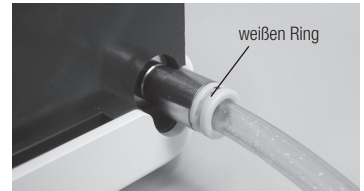

Abb.7
- Zum Entfernen des Schlauchs drücken Sie den weißen Ring (den Schnellverbindungsring) am Leitungswasseranschluss nach hinten und nehmen den Schlauch vorsichtig ab (Abb. 7).